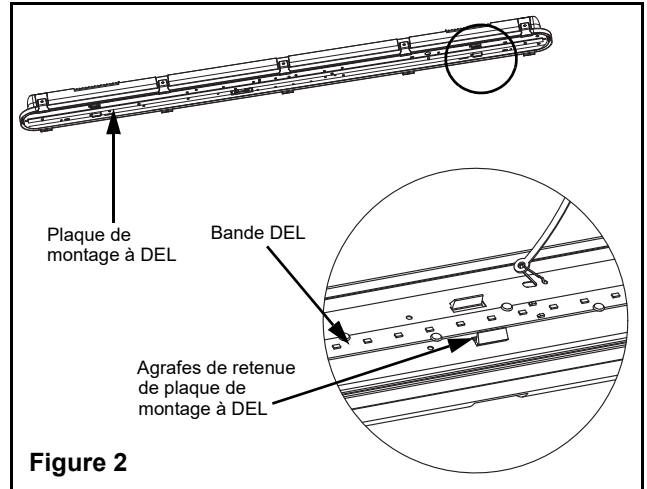

Figure 2
3. Sans toucher les DEL, détachez le plateau du module DEL du boîtier (voir fig. 2).